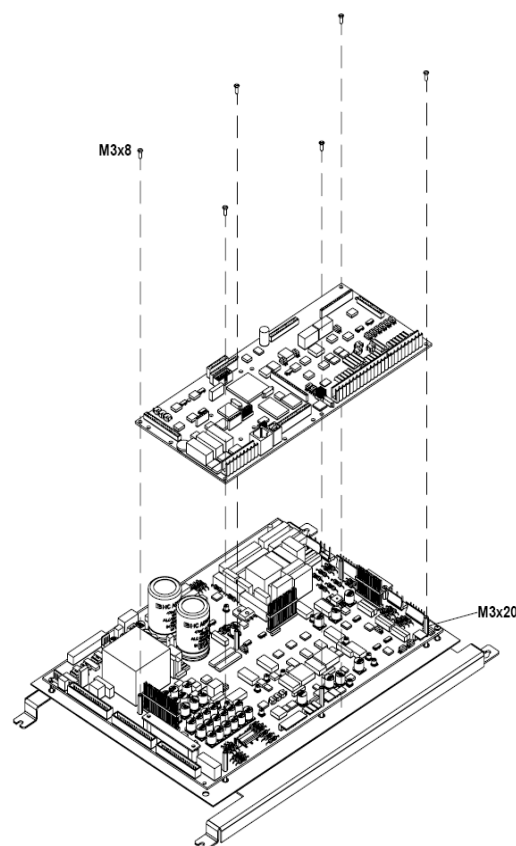

Figura 7.1.6 Retirar de la tarjeta de control.
Consultar la figura 7.1.6 mientras se siguen estas instrucciones:
- 4) Colocamos la nueva tarjeta de control en el lugar de la remplazada, haciendo coincidir los agujeros de la tarjeta con los torretas de plástico exagonales **M3x20** (ver figura 7.1.6).